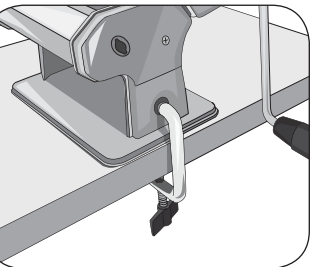

Fig. 15
- 1) Posizionare la base con rulli per lasagne (D) su un piano di appoggio orizzontale e stabile che possa sopportarne il peso.
- 2) Inserire il morsetto (F) nel foro presente sul fianco della base con rulli per lasagne (Fig. 15).